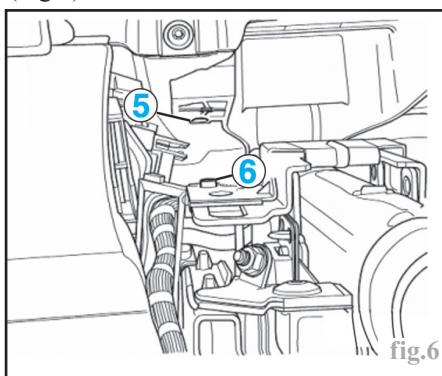

fig.6
Ajuster la colonne de direction par rapport au palier de fixation et la mettre en place. Lors de cette opération, l'alésage (5) et le téton (6) doivent être alignés (Fig.6).
- La tôle calorifuge du berceau (Fig.6, chapitre "BVM à 6 rapports").